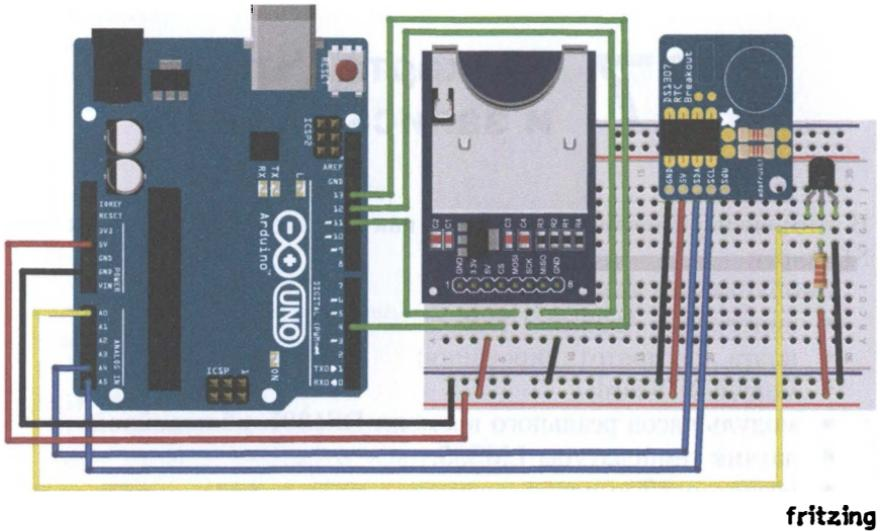

Рис. 27.1. Схема подключения модулей SD-card и DS1307 к Arduino
Если вашим Arduino-проектам не хватает памяти, а объем энерго-независимой памяти EEPROM в платах Arduino совсем небольшой, можно использовать внешние носители. Один из самых простых по подключению к платам Arduino – это SD-карта. Можно подсоединиться к SD-карте напрямую, а можно использовать модули. Подсоединим модуль SD-card к плате Arduino и напишем пример сохранения на SD-карте данных аналогового датчика температуры LM335. Для анализа данных температуры потребуется знать и время измерения данных, поэтому будем использовать и модуль часов реального времени RTC. Соберем схему, показанную на рис. 27.1.
1. Подключаем модули SD card, DS1307 и датчик температуры LM335 к плате Arduino по схеме на рис. 27.1.